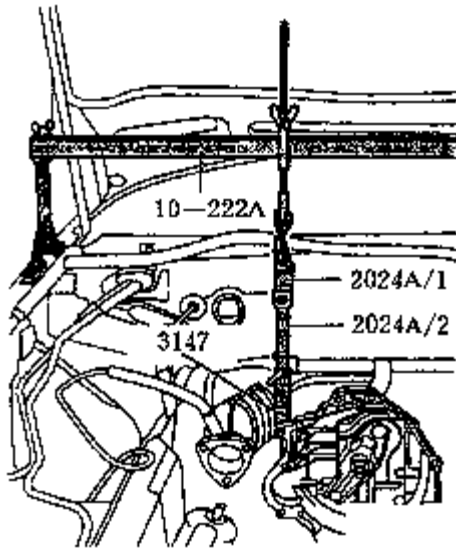

图 4-21 安装起吊装置
(25) 将支承杆 10-222A 用螺栓装在两侧前翼板缘上（图 4-21），将变速器支架 3147 卡入变速器钟形壳体的螺栓孔内，用加长体 2024A/1 和杆 2024A/2 将变速器支架 3147 连接到支承杆 10-222A 上（用带螺母和垫圈的螺栓固定）。图 4-21 为已拆下发动机的状态。